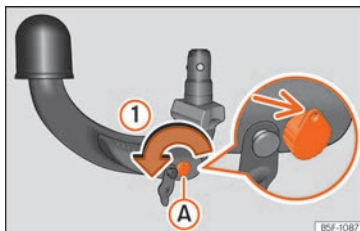

Abb. 292 Schritt 1
- Drehen Sie den Schlüssel in Pfeilrichtung ①, bis sich der gelochte Teil des Schlüssels oben befindet »» **Abb. 292** (Pfeil).